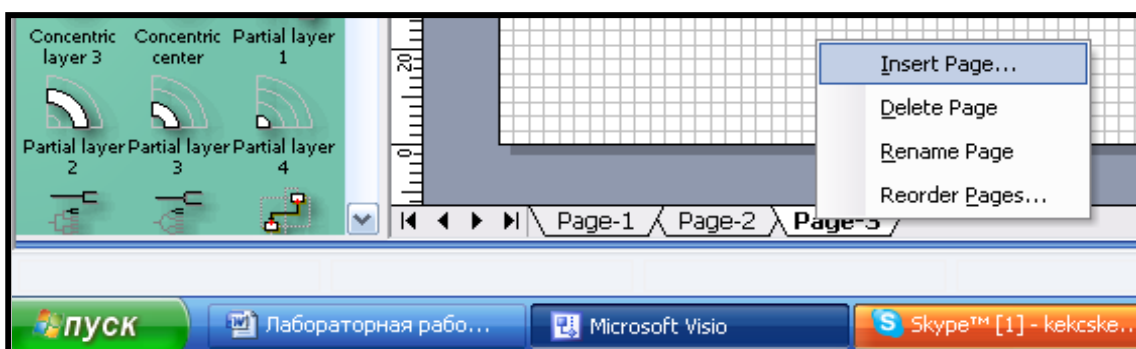

Рис.72. Добавление нового листа
3. Добавить новую страницу, используя контекстное меню ярлыка первого листа (рис.72):